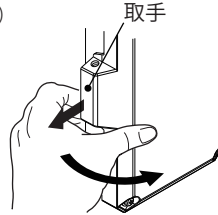

図1 開け方
- ・取手に手を掛け、親指を支点に取手を外側に広げて扉を開けてください。(図1)